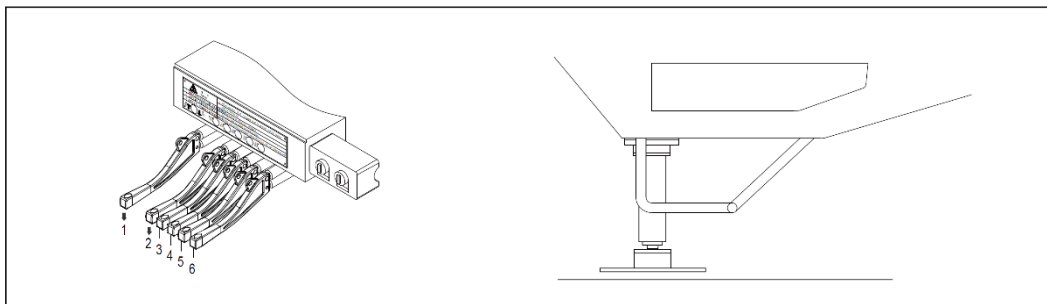

Figura 4-60 Extensão da 5ª retranca
- Empurre a alavanca de controle de seleção (2) da 5ª retranca para baixo;
- Empurre a alavanca de controle (1) para baixo para estender a 5ª retranca.
- Mantenha uma folga de 5-10mm da retranca até o solo, como mostrado na figura 4-60.